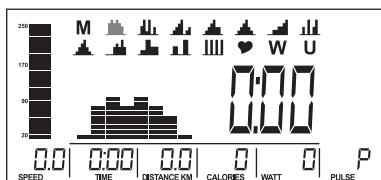
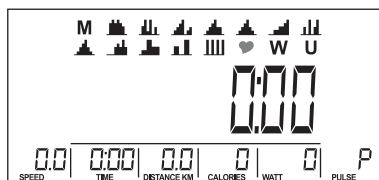
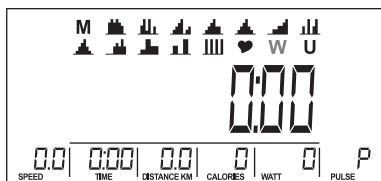
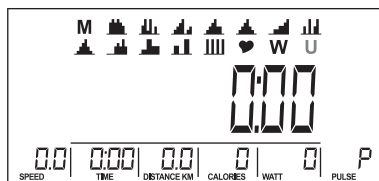

Fig. 5
Fig. 6
Fig. 7
Fig. 8
Use la perilla para seleccionar el modo de entrenamiento: M (Manual) (Fig. 4) → P (Programa 1–12) (Fig. 5) → ♥ (HRC) (Fig. 6) → W (VATIOS) (Fig. 7) → U (Usuario) (Fig. 8), y pulse MODE para entrar en el modo seleccionado.
1. Use la perilla para seleccionar el modo de programa predefinido, elija P01 (Fig. 5), P02, P03,..., P12. Pulse MODE para confirmar.